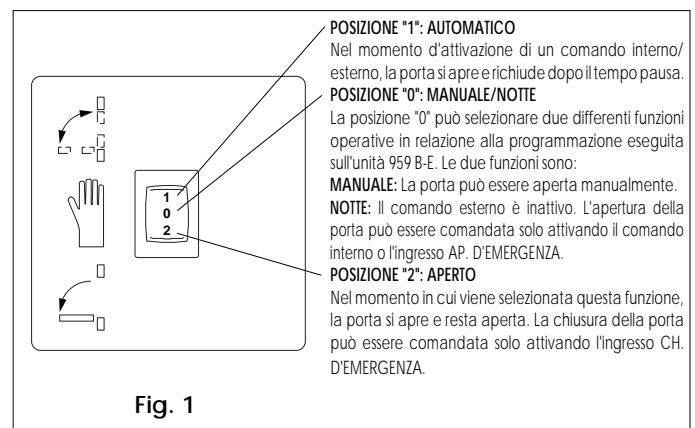
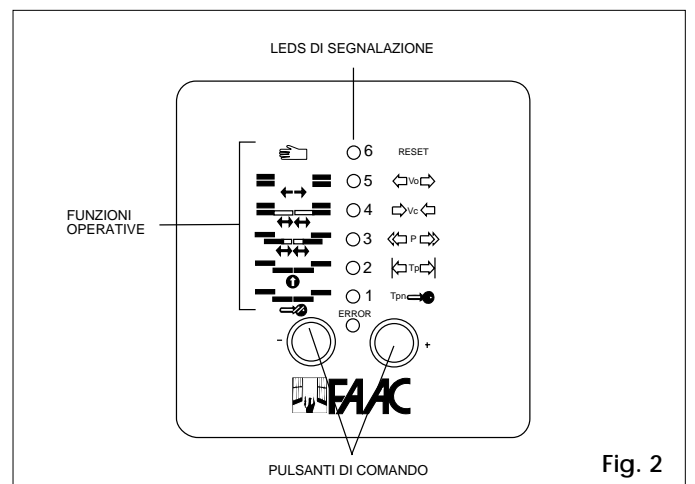

Fig. 1
Fig. 2
Sistema di trascinamento (fig.1-rif.6)
L'automazione 959 B-E è dotata di un selettore che permette di scegliere la logica di funzionamento come indicato in fig. 1. Come accessorio è possibile installare in alternativa al selettore funzioni una unità di programmazione "CODIS" (fig.2). In questo caso le funzioni operative disponibili sono le seguenti:
- Premendo il pulsante -, portare la funzione operativa nella posizione desiderata (LED acceso a luce fissa), vedi fig.2.